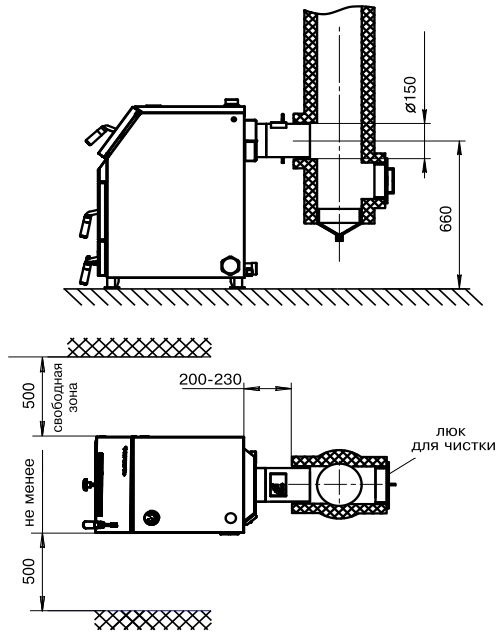

Рис.4 Схема установки котла
6.1.2. Перед установкой котла на сгораемые конструкции здания под котлом и перед его фронтом на 500мм необходима прокладка стальных листов толщиной 0,6 - 1,0 мм по асбестовому или базальтовому картону, толщиной 3-5мм. Схема установки котла показана на рис. 4.